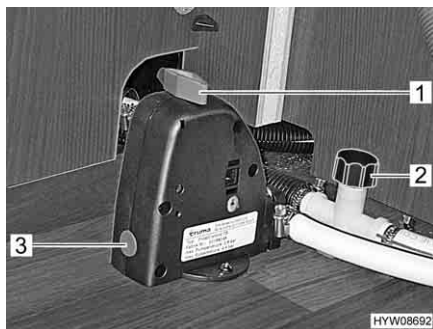
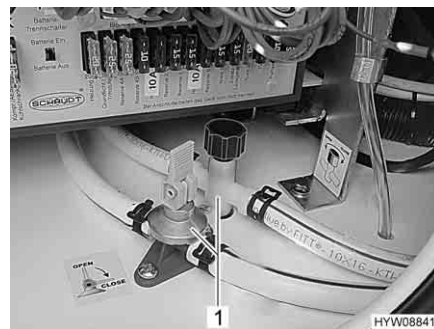

Fig. 192 Valvola di sicurezza/di scarico e rubinetti di scarico (Truma)
Fig. 193 Rubinetti di scarico (Alde)
- Chiudere la valvola di sicurezza/di scarico (Truma). A tal fine ruotare la manopola (Fig. 192,1) verticalmente rispetto alla valvola di sicurezza/di scarico e premere verso l'interno il bottone automatico (Fig. 192,3). Con temperature inferiori a 6 °C non è possibile chiudere la valvola di sicurezza/di scarico.
- Chiudere i rubinetti di scarico (Fig. 192,2 e Fig. 193,1). Chiudere i coperchi in senso orario oppure posizionare la leva a bilanciere in posizione orizzontale. L'ubicazione delle valvole di sicurezza/di scarico e dei rubinetti di scarico è riportata al paragrafo "Posizione dei rubinetti di scarico delle valvole di sicurezza/di scarico", alla fine di questo capitolo.
- Aprire i rubinetti di scarico (Fig. 192,2). A questo scopo, ruotare il coperchio in senso antiorario o posizionare verticalmente la leva a bilanciere.
- Aprire la valvola di sicurezza/di scarico (Truma). A tal fine ruotare la manopola (Fig. 192,1) nel senso della lunghezza della valvola di sicurezza/di scarico.